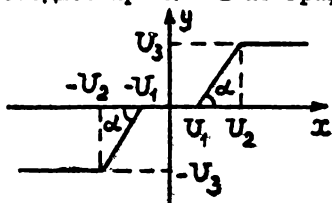
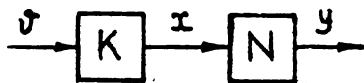
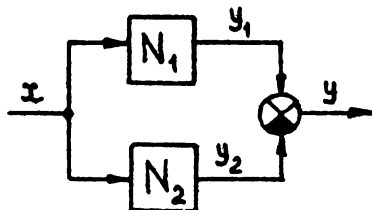
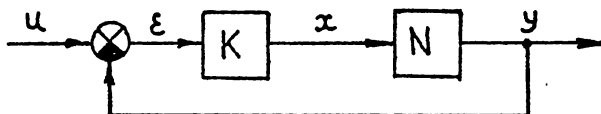

Рис.1
Рис.2
Рис.4
Рис.8
2. Нелинейная зависимость задана графиком рис. 1 ($U_1 = 2$,
$U_2 = 4, U_3 = 5$). Постройте графики $y(u)$ для системы, изображенной на рис.2, при $K = 2; 4; 5$. Проверьте результаты расчетов моделированием; при этом настройку нелинейного блока производите при $K = 1$ по графику рис.1.
4. Настройте один нелинейный блок в соответствии с рис.1 при $U_1 = 0, U_2 = 5, U_3 = 5$; второй блок настройте для значений $U_1 = 0, U_2 = 2, U_3 = 2$. Предскажите результирующую статическую характеристику, если блоки соединить по схеме рис.4. Какой результат можно ожидать, если блоки N_1 и N_2 поменять местами? Поставьте эксперимент и сделайте соответствующие выводы. Проанализируйте погрешности, возникающие при неточности установки параметров U_2 или U_3 для какой-либо из нелинейностей.
5. Настройте один нелинейный блок по рис. I при $U_1 = 2$, $U_2 = \infty$, $U_3 = \infty$, $t_{\Sigma} = 1$; второй нелинейный блок настройте для $U_1 = 4$, $U_2 = \infty$, $U_3 = \infty$, $t_{\Sigma} = 1$. Какой результат можно ожидать, если блоки соединить по схеме рис. 4? Что будет, если блоки поменять местами? Проверьте результаты моделированием. Проанализируйте погрешности, возникающие при неточности установки t_{Σ} в каком-либо из блоков.
9. Постройте характеристику $y = F(u)$ для системы с обратной связью (рис.8). Нелинейность $y = N(x)$ задана графиком рис.1 при $U_1 = 0$, $U_2 = 5$, $U_3 = 5$. $K = 1$; 2 ; 5 . Проверьте результаты моделированием.
12. Повторите пп.9, 10, 11 для нелинейности вида рис.1 при $U_1 = 2$, $U_2 = 5$, $U_3 = 6$.